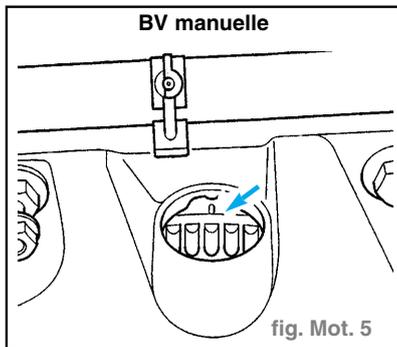

fig. Mot. 5
- Amener le vilebrequin au PMH du cylindre 1 (flèche). (fig. Mot. 5 ou 6)
- Vérifier que le repère de PMH sur le volant-moteur et le repère de référence coïncident. (fig. Mot. 5 ou 6)
- Vérifier de nouveau que le repère de PMH sur le volant-moteur et le repère de référence coïncident. (fig. Mot. 5 ou 6)